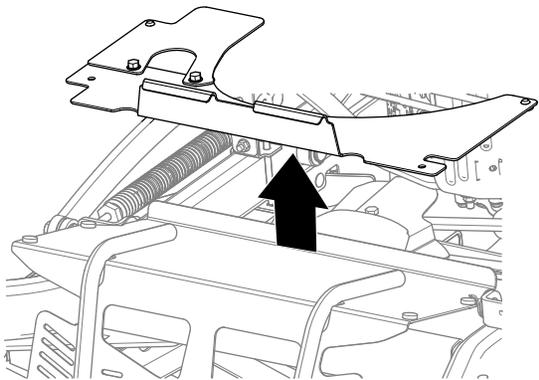

Figura 36
1. Perno – 5/16" x 1" (2)
3. Retire la tuerca hexagonal (5/16") que sujeta la extensión del protector a los pernos de cuello cuadrado (Figura 36). Retire la extensión del protector.